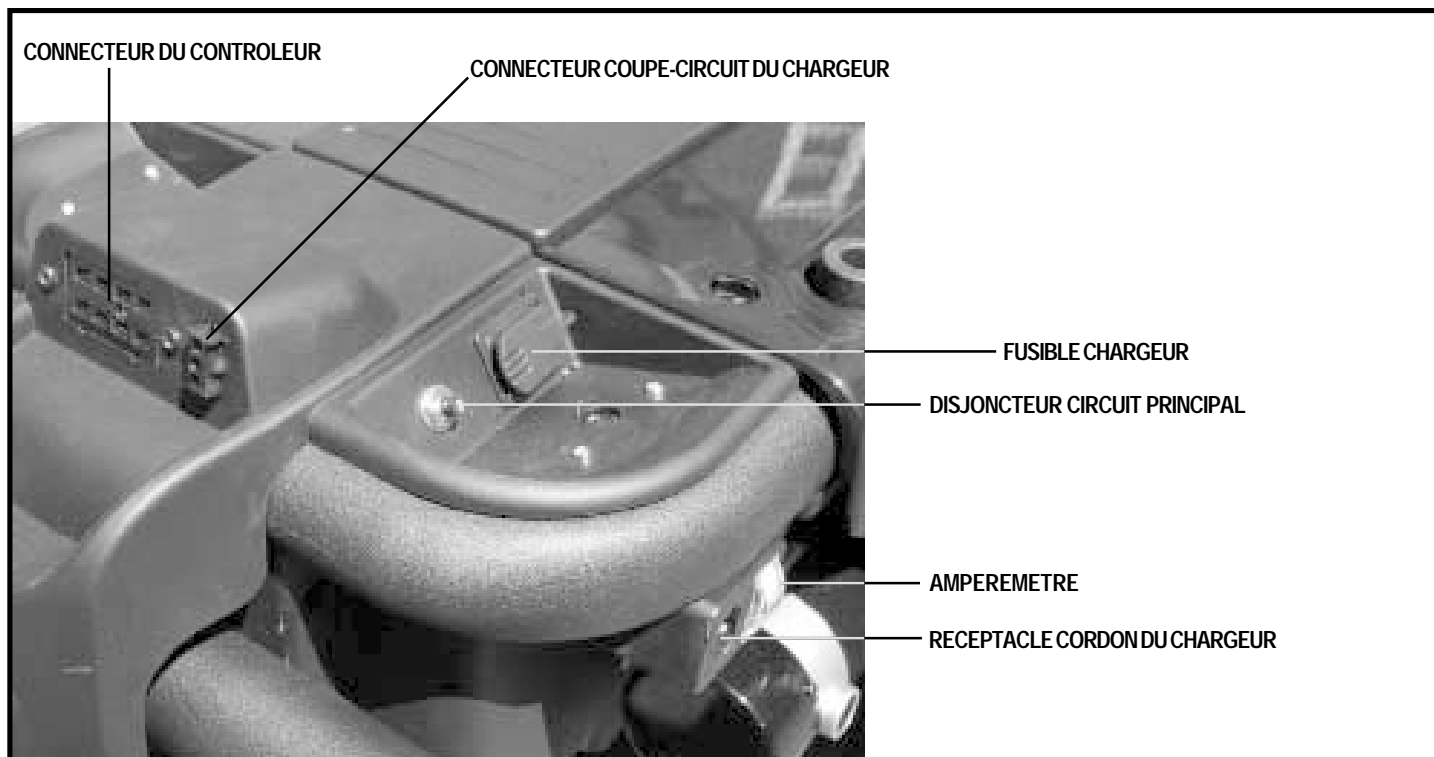

Figure 7. Tableau électronique
6. Branchez le ou les câbles du contrôleur dans le ou les réceptacles sur le tableau électronique. Voir la figure 7.